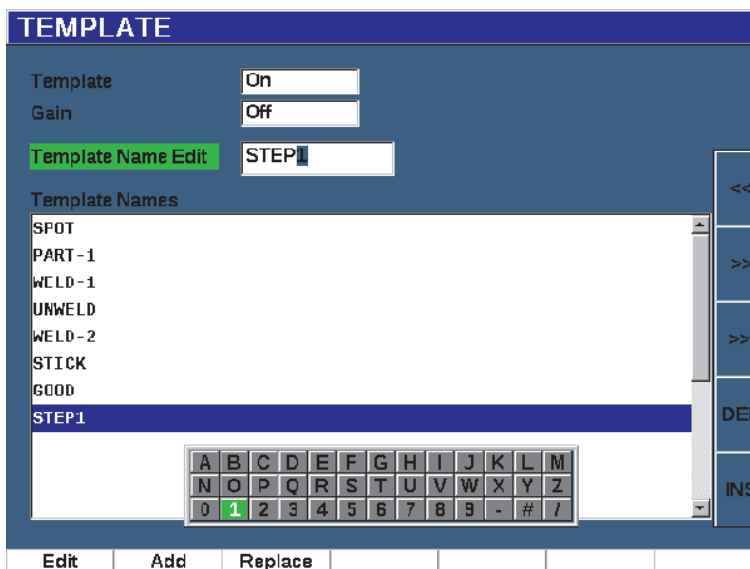

Figure 11-48 Fenêtre Template
2. Appuyez sur **Setup** (Config.) [touche P7] pour afficher la fenêtre **Template** (voir la Figure 11-48 à la page 319).